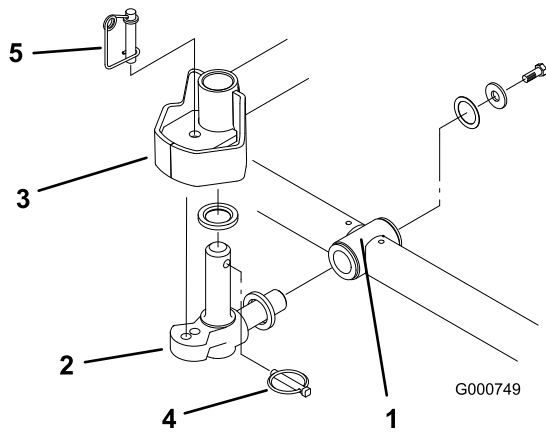

Figura 5
6. Introduzca una arandela de empuje en el eje horizontal del pivote tal y como muestra (Figura 5).
- Introduzca el eje horizontal del pivote en el tubo de montaje del bastidor de tiro (Figura 5).
- Fije el pivote al bastidor de tiro con una arandela de empuje, una arandela plana y un tornillo de caperuza con arandela prensada (Figura 5).
- Introduzca una arandela de empuje en el eje vertical del pivote (Figura 5).
- Si no está ya instalado, introduzca el eje vertical del pivote en el buje de pivote del brazo de elevación (Figura 5). Guíe el pivote a su lugar entre las dos piezas de goma de centrado del lado inferior de la chapa de dirección del brazo de elevación.
- Introduzca el pasador de seguridad en el taladro transversal del eje del pivote (Figura 5).
Nota: Si se requiere fijar la posición de la unidad de corte, introduzca el pasador de bloqueo de la dirección en el taladro de montaje del pivote (Figura 5).
- Enganche el alambre del muelle alrededor de la parte inferior del pasador de bloqueo de la dirección (Figura 5).